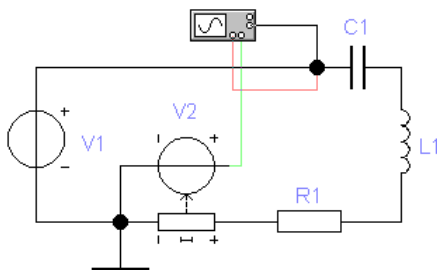

Рис. 1
3.1. Соберите схему для исследования тока в последовательной RLC -цепи (рис. 1) при ее подключении к источнику постоянного напряжения.
Согласно рис. 1 канал А вертикального отклонения осциллографа отображает напряжение источника V1, а канал В – ток в последовательной RLC-цепи. Изображение сигналов на экране осциллографа рекомендуется отображать разным цветом. Для задания цвета осциллограммы щелкните правой клавишей мыши на проводе, подключенном к входу канала А. В открывшемся окне выберите опцию «Wire Properties...». В следующем окне выберите закладку «Schematic options», нажмите кнопку «Set Wire Color» и задайте красный цвет. Аналогичным образом задайте цвет осциллограммы по каналу В (зеленый). По каналу А вертикального отклонения установите чувствительность 500 mV/Div, а по каналу В – 2 V/Div, при открытом входе (кнопка «DC») и нулевом смещении по вертикали (Y position).